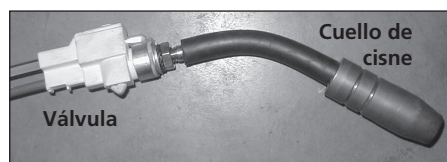
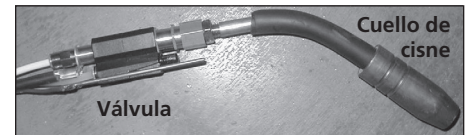

Figura 3a
Figura 3b
4. Quite el ensamblaje de cuello de cisne/válvula del mango (vea la figura 3a). WG3020: (vea la figura 3b).